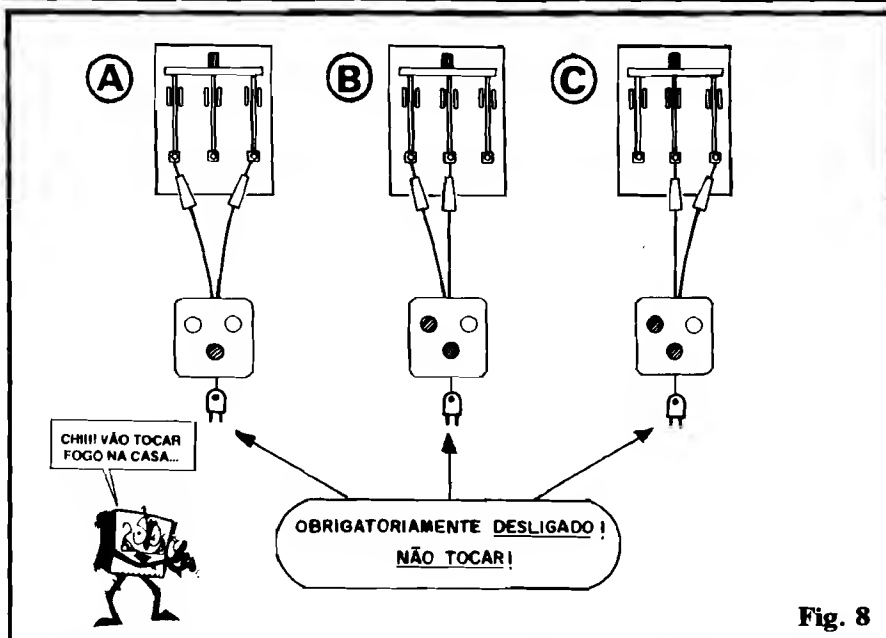

Fig. 8
- **FIG. 8 - VERIFICAÇÕES MAIS "PESADAS", NAS INSTALAÇÕES DA REDE C.A. LOCAL...** - É possível usar as pontas de prova em simples testes de Tensão (e na verificação se "há ou não" energia...). É **obrigatório**, nesses casos, que o "rabicho" do próprio MULTI-TESTADOR esteja **desconectado** de qualquer tomada! Também deve ser tomado o cuidado de **JAMAIS TOCAR** nos pinos do "plugue" do "rabicho" do MULTI-TESTADOR, durante esses (e quaisquer outros...) testes/verificações! Observem os arranjos básicos e as indicações que uma "chave geral", daquelas presentes nos "quadros de força", devem gerar para circunstâncias **CORRETAS**, comprovando a presença de 220V entre as "facas" extremas da chave, e 110V entre a "faca" central e qualquer das extremas! Com verificações simples e seguras, podemos comprovar a presença (ou não...) de 110V nos dois "ramais" e de 220V entre ambos, tanto **antes** quanto **depois** da chave e/ou dos fusíveis (tipo rosca ou cartucho) normalmente anexados ao siste-